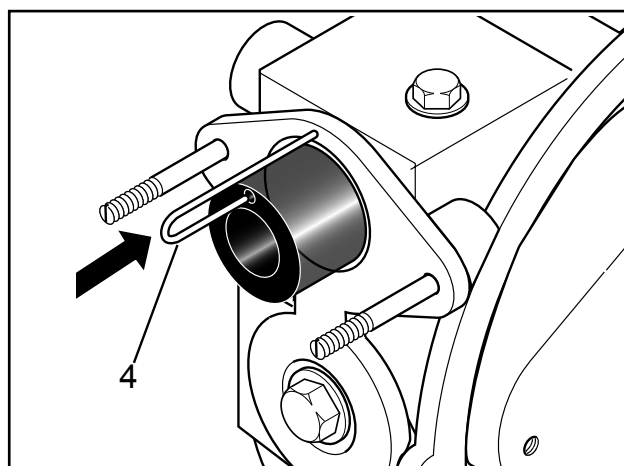
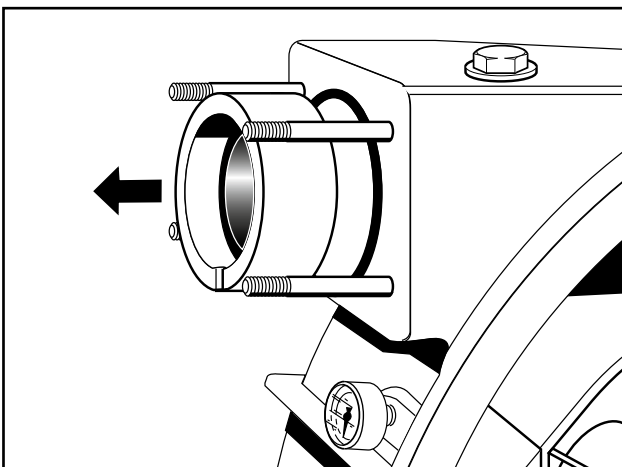

Fig. 15 4 Lille afluftningsrør IP100/200
Fig. 17 Demontering klemringspakke
6. Demonter derefter de små afluftningsrør på suge- og tryksiden (fig. 15 hhv. 16). Fjern holdering, klemring, aftrappet ring og O-ring fra fødeslangen (fig. 17).
det ind i noten på holderingen (smal) (fig. 17). Stik den anden ende ind i vinkelforskrningen og skru den fast ved hjælp af omløbermøtrik.